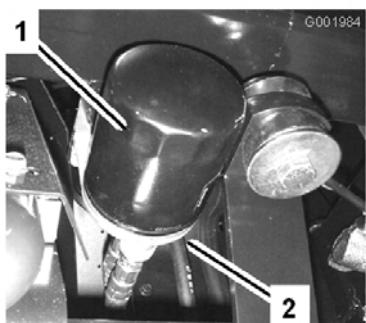

Figure 48
- Déposez le filtre à huile (Figure 48).
- Posez le filtre à huile de rechange sur l'adaptateur. Tournez le filtre dans le sens horaire jusqu'à ce que le joint rejoigne l'adaptateur, puis donnez 1/2 tour supplémentaire (Figure 48).